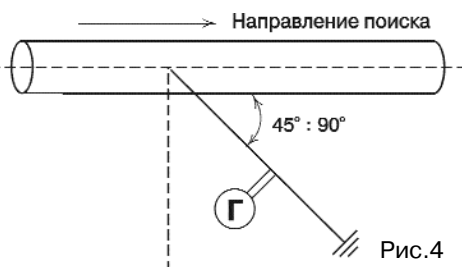

Рис.4
- угол между проводом и направлением поиска в месте подсоединения генератора к кабелю должен составить $45 \dots 90$ град рис. 4;